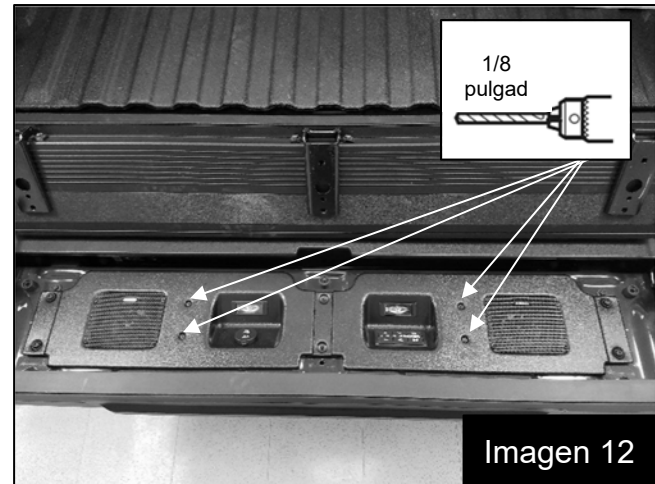

Imagen 12
17. Installez temporairement le baffle des haut-parleurs et installez sans serrer les six boulons de remplacement fournis. Fig. 12
19. Pré-percez les quatre trous de guidage pour les vis à filetage fin fournies, à l'aide d'un foret de 1/8 po (0,125), puis retirez les boulons et le baffle des haut-parleurs. Fig. 12
17. Instale temporalmente la pantalla acústica del altavoz y coloque sin ajustar los seis pernos de reemplazo suministrados. (Imagen 12)
19. Utilice una broca de 1/8 pulgadas (0.125) para marcar los cuatro orificios guía donde colocará los tornillos de rosca fina suministrados y luego retire los pernos y la pantalla acústica del altavoz. (Imagen 12)